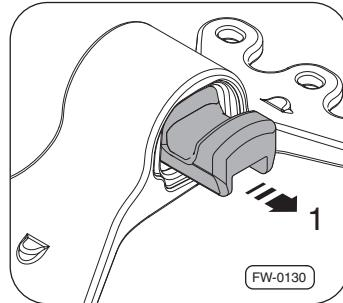

Fig. 40 · Retirer les silent-blocs
3. Extraire latéralement du sabot d'appui les silent-blocs ⇒ Fig. 40 des deux côtés –flèche 1– et les contrôler.